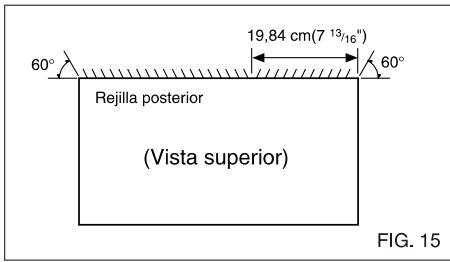

FIG. 15
- 1** Coloque la dirección de la rejilla en la parte posterior del alojamiento de la pared en un ángulo de 60° según se muestra en la FIG 15. Se recomienda el uso de tenazas.